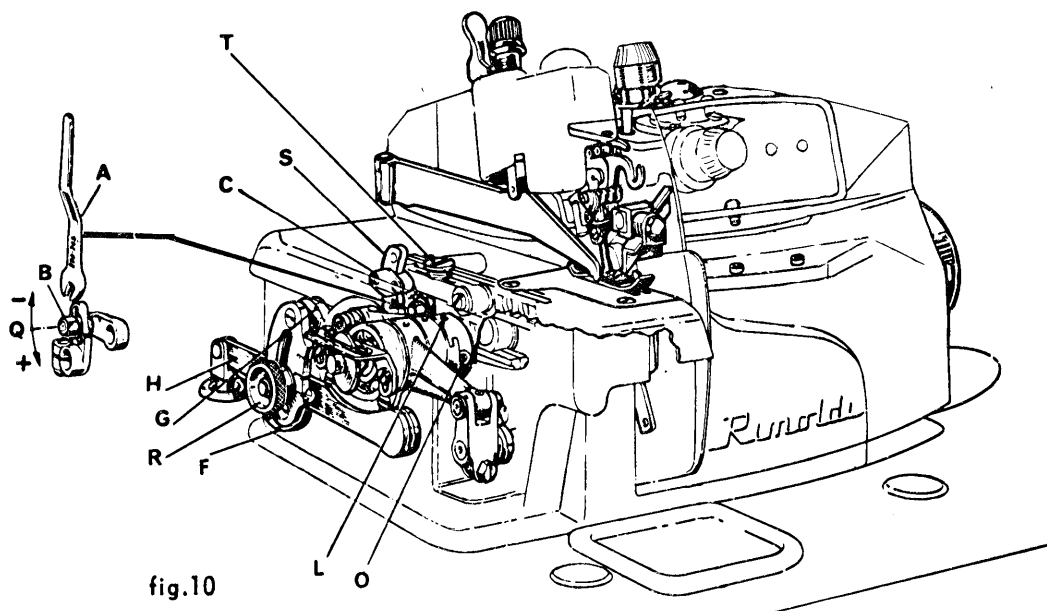

fig.10
8. Trasporto (fig. 10)
e) Variazione lunghezza punto (fig. 10)